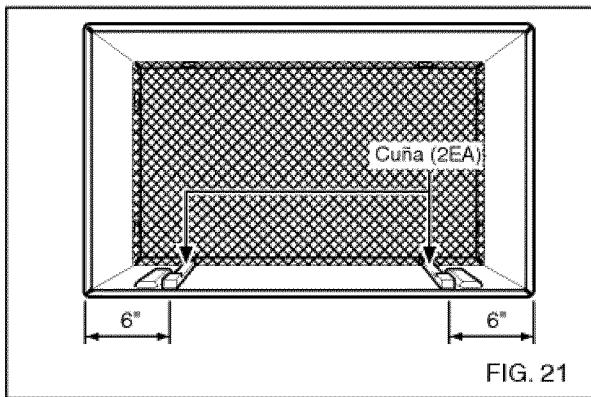

FIG. 21
- 7** Para lograr una pendiente de posterior para el drenaje de la unidad, retire el envoltorio de las cuñas de 11-13/16" y acópelas según se muestra a continuación en la FIG. 21. Coloque el extremo más alto de la cuña en la parte frontal de la base del soporte de pared.